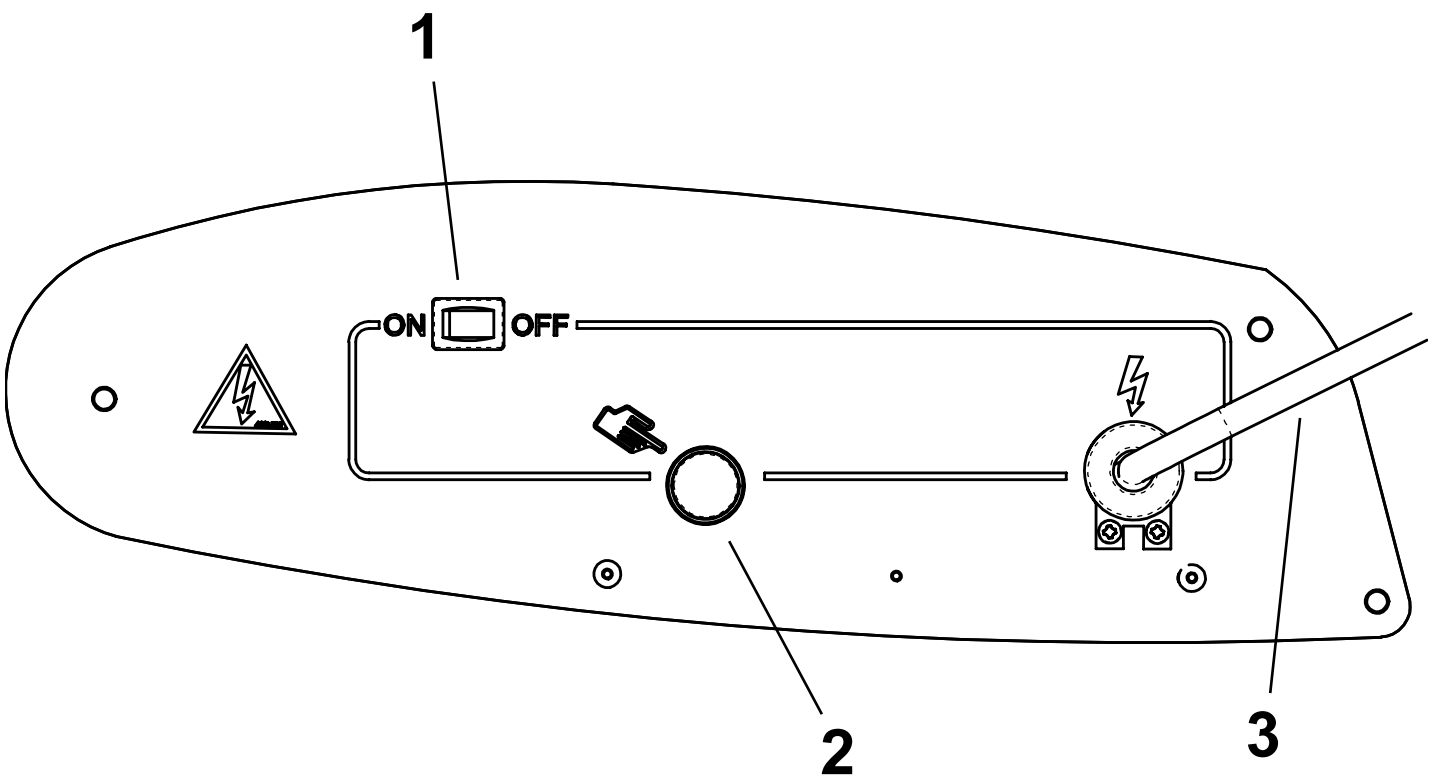

Abbildung 2 - Schalttafel.
- der Schalter 1 (Abb.2) in die Stellung mit dem Symbol ON gebracht werden: der Ventilator läuft an und nach einigen Sekunden setzt die Verbrennung ein.
Bei der ersten Inbetriebnahme oder nach einer kompletten Entleerung der Ölleitung kann der Öldruck an der Düse zu niedrig sein und einen Eingriff der Flammenüberwachung hervorrufen, die den Generator anhält; in diesem Fall warten Sie etwa eine Minute und drücken dann die Reset-Taste 2 (Abb.2), um das Gerät neu zu starten. Wenn das Gerät nicht funktioniert, unternehmen Sie folgende Schritte:
2. drücken Sie die Reset-Taste 1 (Abb. 2);
Um das Gerät auszuschalten, muss der Schalter 2 (Abb. 2) auf "0". Die Flamme geht aus, der Ventilator läuft weiter, bis die Brennkammer vollständig abgekühlt ist.
Der Generator verfügt über eine elektronische Flammenüberwachung. Wenn eine oder mehrere Betriebsstörungen auftreten, bewirkt diese den Stillstand des Geräts und die Beleuchtung der Reset-Taste 2 (Abb. 2).